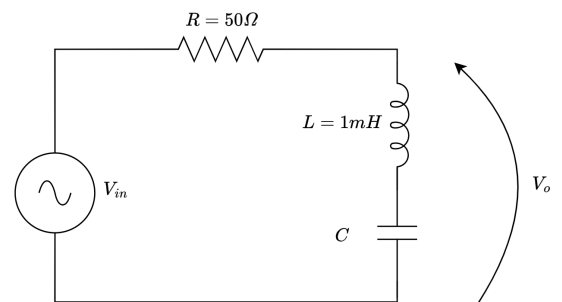

Figura 5: Circuito 5
2. Para el circuito de la **Figura 5** realizar un análisis de montecarlo variando todos los componentes y luego L y C por separado. Tolerancias: R 5 %, C 10 %, L %10.